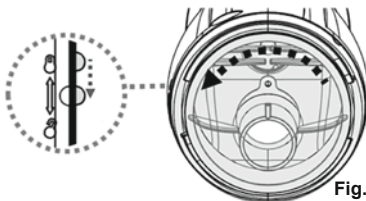

Fig.1
2. Tenez le châssis de l'aspirateur électrique et tournez la calotte dans le sens contraire des aiguilles d'une montre jusqu'à ce que la marque blanche sur la calotte atteigne la marque de verrouillage/déverrouillage. (Fig.1) Détachez la calotte et ôtez le sac de filtration/la cage de filtration de l'aspirateur électrique.